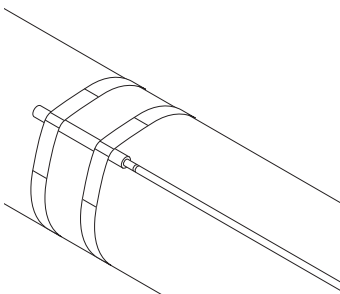

Рис. 7. Искусственная точка перегрева
- Датчик должен быть размещен на верхней части трубы (рис. 7)
- Крепление должно быть выполнено как минимум двумя витками ленты для того, чтобы датчик не двигался (рис. 7)